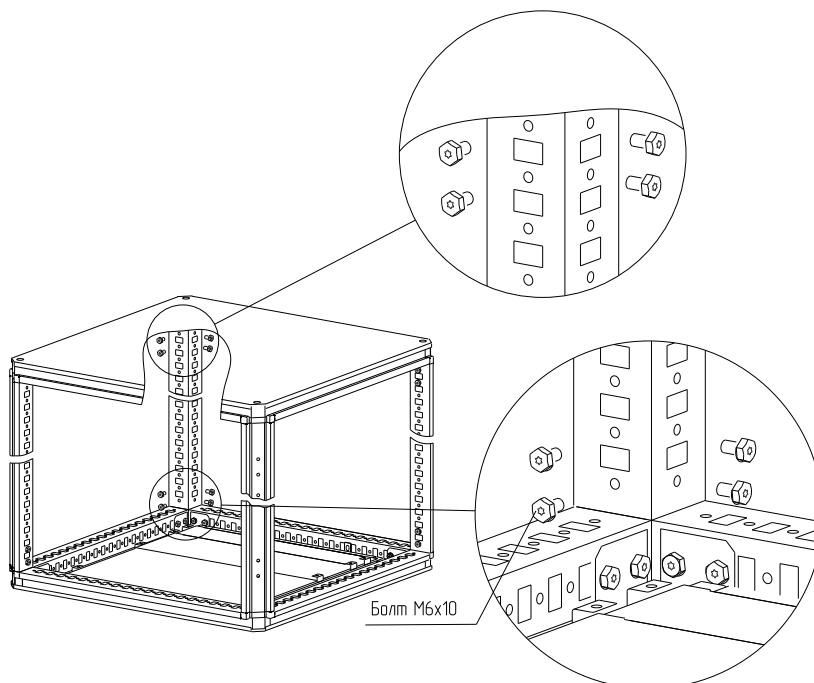

Рисунок 3
4.1.6 Закрепите стойки на основании и крышу на стойках болтами M6×10. Момент затяжки – 10 Н·м (рисунок 3).